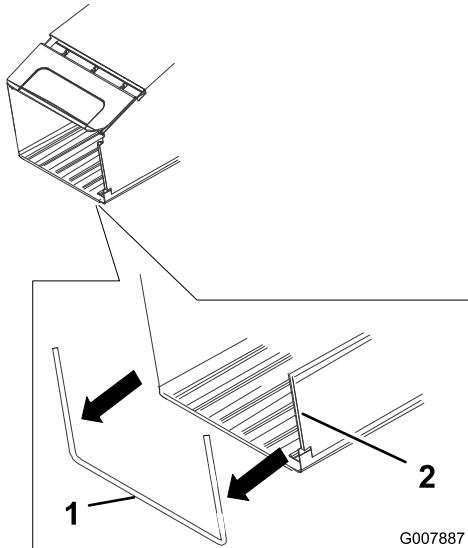

Bild 6
1. Befestigen Sie die beiden Seitenkanäle des Grasfangkorbs am Grasfangkorbrahmen, siehe Bild 6.